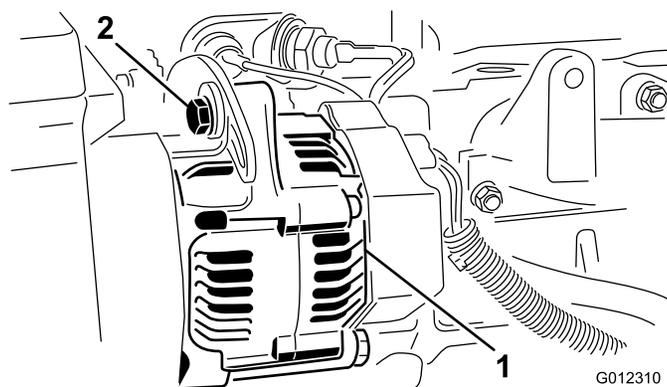

Figura 41
- Se a deslocação obtida não for igual a 10 mm, deve desapertar os parafusos de montagem do alternador (Figura 41). Aumente ou diminua a tensão da correia do alternador e aperte os parafusos. Verifique uma vez mais a deslocação da correia para se certificar de que a tensão está correcta.